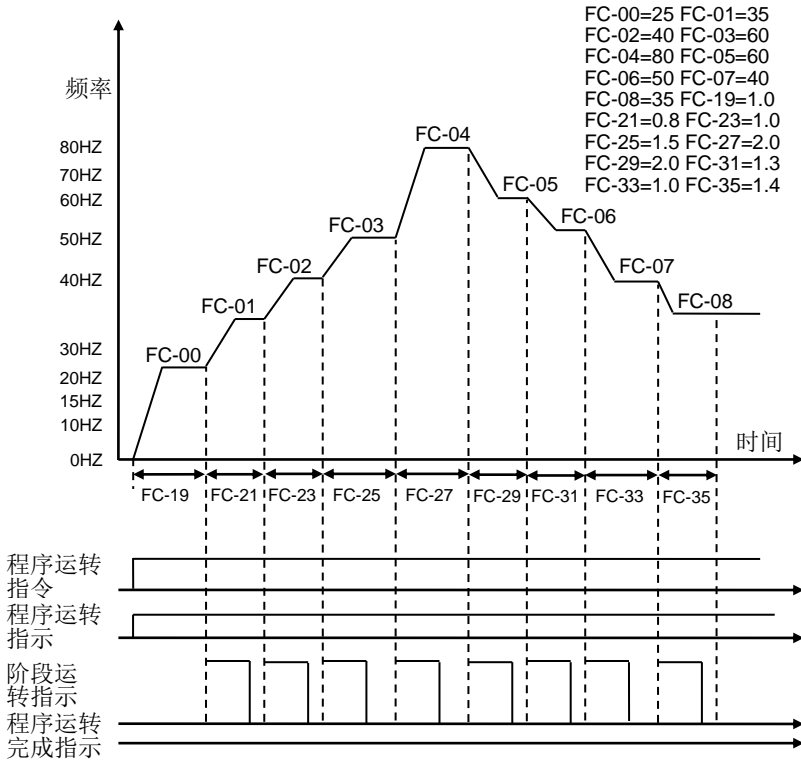

图 6-41A
- 动作说明:** 如图 6-41A 所示, 当 F0-02=1、FC-16=1、FC-17=9、FC-18=N 时, 变频器从第一段频率 (FC-00) 开始运行, 直到运行最后一段频率 (FC-08), 且一直按最后一段频率运行, 当接收到停止命令时停止运行。